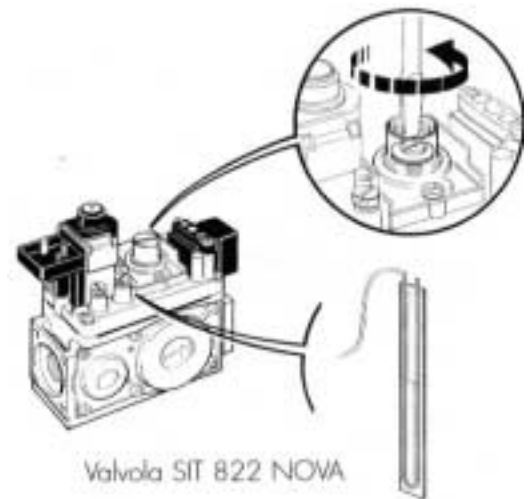

Fig 37
- A. Nivelul de presiune MAX. se regleaza prin introducerea unei surubelnite cu varf plat in gaura superioara de pe electrovalva; inainte de a trece la reglarea propriu-zisa DESURUBATI complet surubul (Fig.37).
- B. INSURUBATI pentru a mari presiunea MAX , DESURUBATI pentru a o reduce (fig.37).